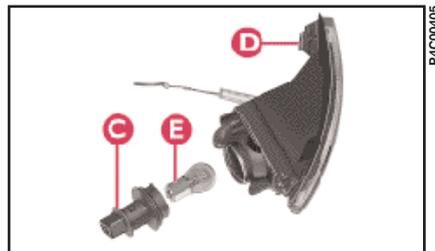

fig. 14
4) Enlever la lampe **E** (fig. 14) en la poussant légèrement et en la tournant dans le sens inverse des aiguilles d'une montre.